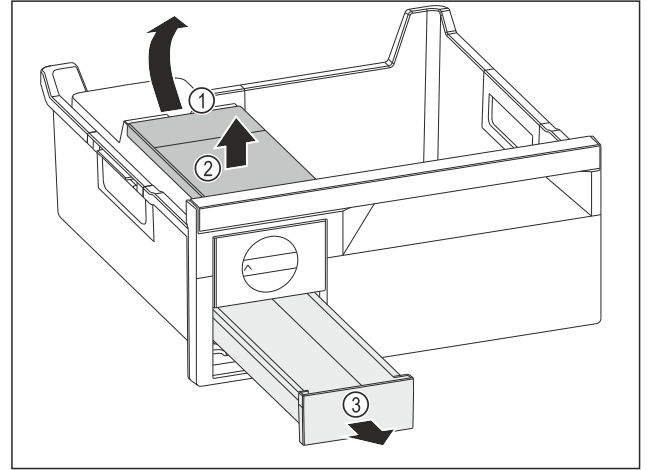

Fig. 77
- Su deposunu çıkarma: Su deposunu boşluktan Fig. 77 (1) tutarak yukarı kaldırın.
- Su deposunu Fig. 77 (2) yukarı doğru çıkartın.
- Buz küpü çekmecesini Fig. 77 (3) öne doğru çıkartın.